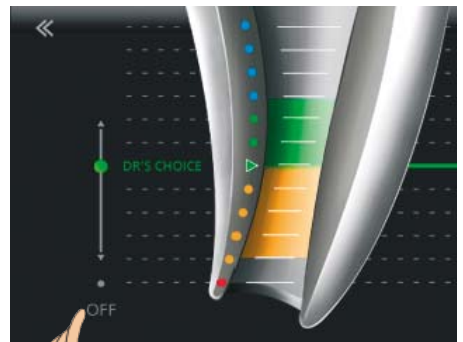

Fig. 25 Tryk på OFF
- For at slå DR'S CHOICE apikallinjen fra skal du vende tilbage til indstillingsmenuen, vælge funktionen DR'S CHOICE og trykke på OFF (fig. 25).